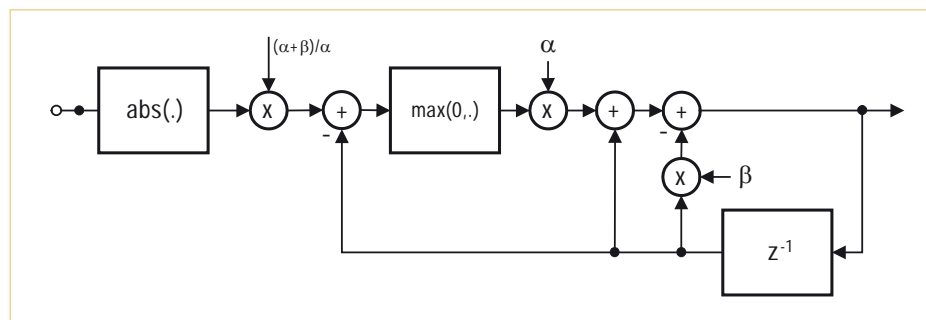

Bild 3. Digitaler Spitzenwertgleichrichter mit Zeiteinheit.
**Bild 3** zeigt die digitale Signalverarbeitung im Spitzenwertgleichrichter mit Zeiteinheit. Der Block  $\text{abs}(\cdot)$  entspricht einer Zweiweggleichrichtung. Die Größen  $\alpha$  und  $\beta$  legen die Zeitcharakteristik fest. Der Block  $\text{max}(0, \cdot)$  trennt zwischen Anstiegs- und Abfallzustand, in dem nur im Anstiegszustand ein Signal passieren kann. Beim analogen System wurde dies mit dem Betrieb der Diode in Sperrrichtung erreicht. Wenn das Eingangssignal blockiert wird, also im Abfallzustand, wird das Ausgangssignal aus dem Gedächtnis im Block  $z^{-1}$  gespeist und  $\beta$  legt hierfür die Zeitkonstante fest. Mit der Pegelberechnung ermitteln wir die Dezibel-Werte für das gleichgerichtete Signal. Genau genommen sind dies die in der digitalen Audiosignalverarbeitung mit